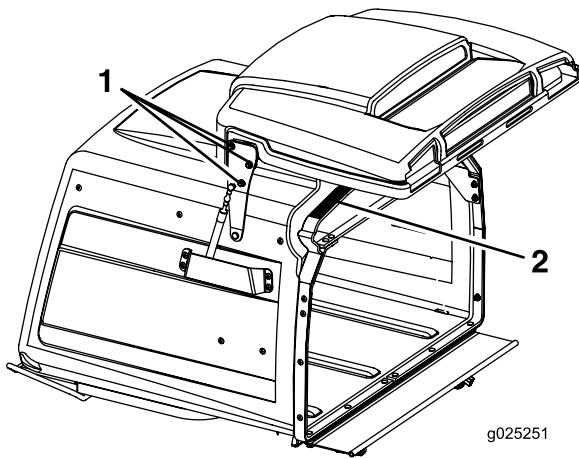

Figure 58
3. Desserrez les 6 écrous des charnières du couvercle (Figure 58).
4. Ouvrez le couvercle et placez une bande de caoutchouc de 9,5 mm (3/8 po) ou un flexible de 9,5 mm (3/8 po) de diamètre entre la trémie et le couvercle (Figure 58).